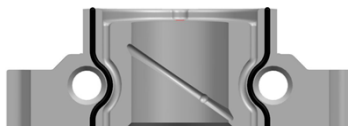

图 9.4
- 气门间隙符合要求后，拆下凸轮轴轴承盖III，参照下图 9.4，在凸轮轴轴承盖III上相应位置，涂抹适量厌氧密封胶（胶线直径 1mm 左右），再将凸轮轴轴承盖III安装到气缸盖上，拧紧螺栓至规定力矩（见表 2.1）。